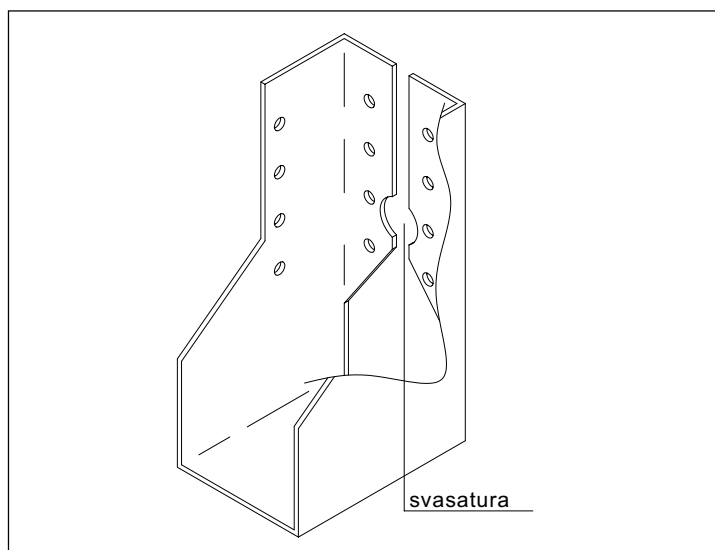
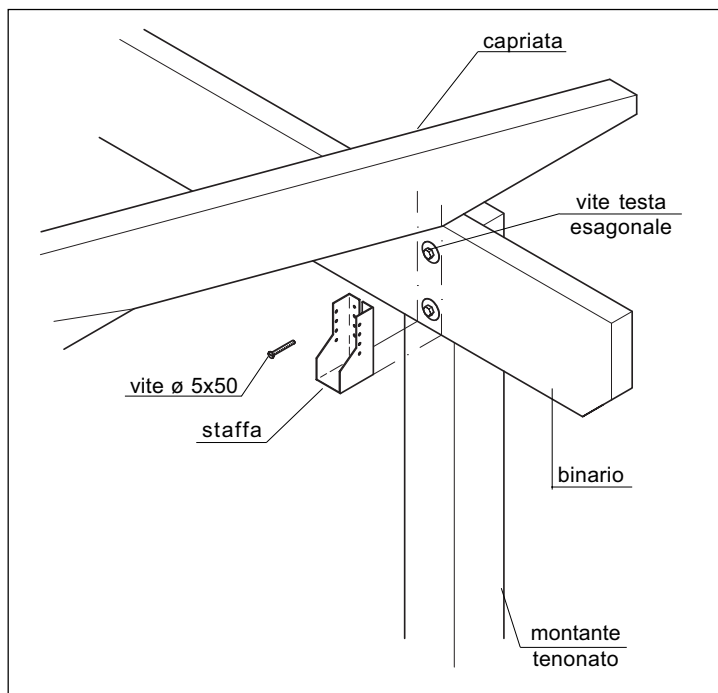

Fig. 6
Fig. 7
- Creare una svasatura (Fig. 6) sulla staffa metallica per evitare la vite testa esagonale già presente sul binario (Fig. 7).
- Fissare ora la staffa sul binario, in asse con il montante, con viti testa cilindrica \varnothing 5x50 facendo in modo che la parte inferiore della staffa coincida con la parte inferiore del binario (Fig. 7).